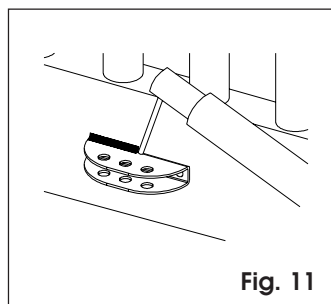
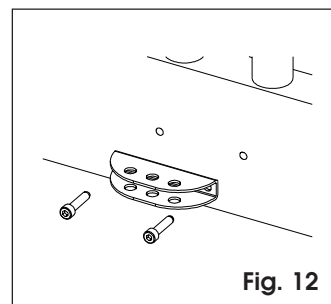

Fig. 11
Fig. 12
- Le raccord peut être directement soudé à le vantail (Fig. 11) ou bien vissé en utilisant des inserts filetés (Fig. 12).